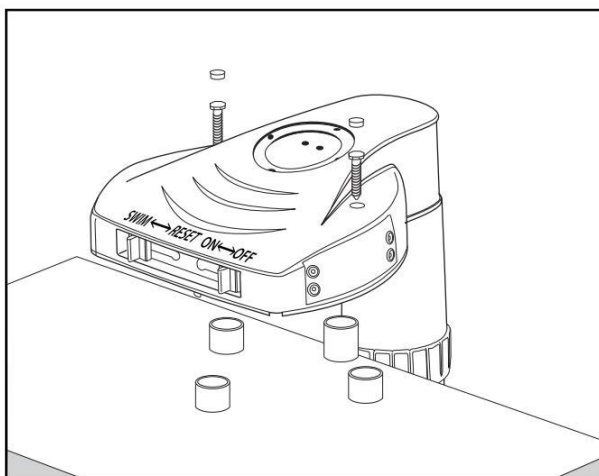

Figure 1
ÉTAPE 1 : Testez l'alarme à l'endroit déterminé ci-dessus. Comme le montre la **Figure 1**, la gorge du tuyau du capteur de l'alarme doit être dans l'eau et la zone de montage doit être plate et de niveau. La base de l'alarme doit s'enclencher facilement dans le fond du corps principal de l'alarme et permettre au capteur de s'étendre directement dans la piscine à un angle de 90°.